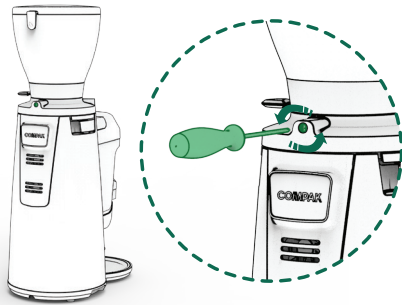

Fig. 1
12.3.1. Apagar el molino asegurándose que el interruptor de alimentación principal (13) está en la posición **OFF**. Desconectar el enchufe de la fuente de electricidad y aflojar el tornillo de seguridad de la tolva (3) utilizando un destornillador Phillips como se puede ver en (Fig. 1).